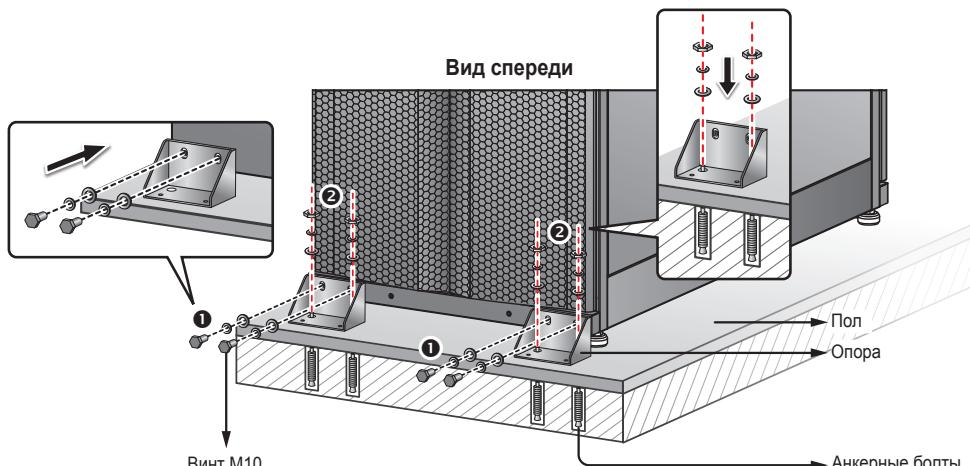

Рис. 5-2. Установка опор спереди
- ❶ Перед креплением ИБП в назначенному месте, ещё раз убедитесь (во избежание несчастных случаев), что пол в этом месте способен выдержать вес ИБП с внешними батарейными кабинетами. См. *Таблицу 5-1*.
- ❷ После того, как ИБП будет перемещен в назначенное место, зафиксируйте четыре регулируемые ножки на полу. Убедитесь, что опасность опрокидывания исключена, ИБП твёрдо стоит на ножках и выровнен по уровню.
- ❸ Торцевым ключом на 16 мм отверните 4 винта M10 ❶ и снимите с поддона две опоры, фиксировавшие ИБП при транспортировке. Прикрепите две опоры этими винтами к ИБП спереди. Для фиксации ИБП прикрепите опоры к полу анкерными болтами ❷ с гайками. Анкерные болты приобретаются отдельно. См. *Рис. 5-2*.